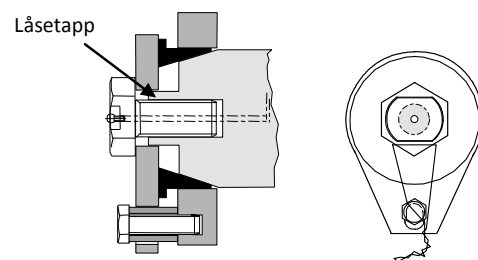

Fig.3a
For Bondura Ø20 - Ø65 gjelder: NB! Vær oppmerksom på at låsetappen på bolten skal inn i hullspor på låseplaten (se fig. 3a).
- 4.1 For ekstra sikring, bør låseplaten festes til utstyret med låseskruer. Bruk avstandshylse mellom låseplaten og utstyret for at ikke låseplaten skal bli bøyd ved tiltrekking av låseskruen. *Se fig.3a og 3b.*